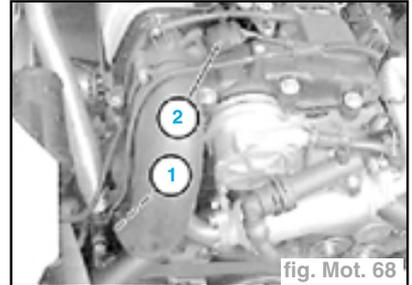

fig. Mot. 68
- le connecteur (1) de l'électrovanne du compresseur à géométrie variable et le connecteur (2) du débitmètre (fig. Mot. 68),